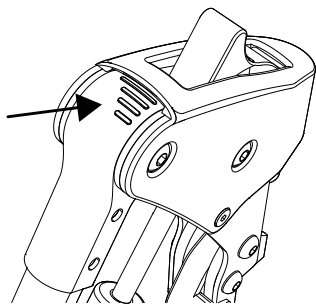

Abb.54
3. Das Strichraster dient zur Orientierung des eingestellten Winkels (Abb. 54).